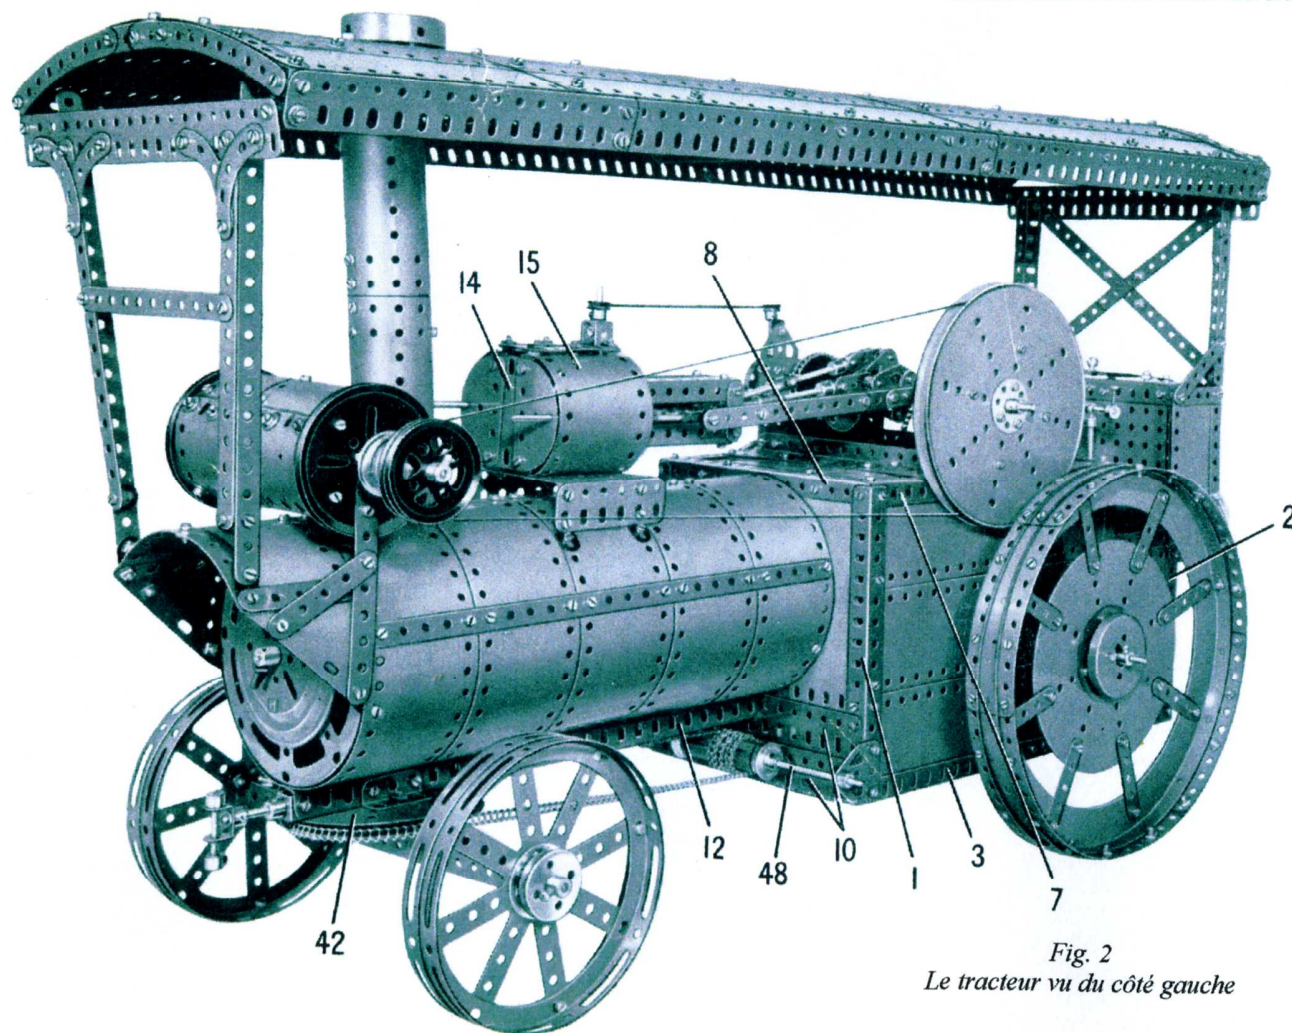
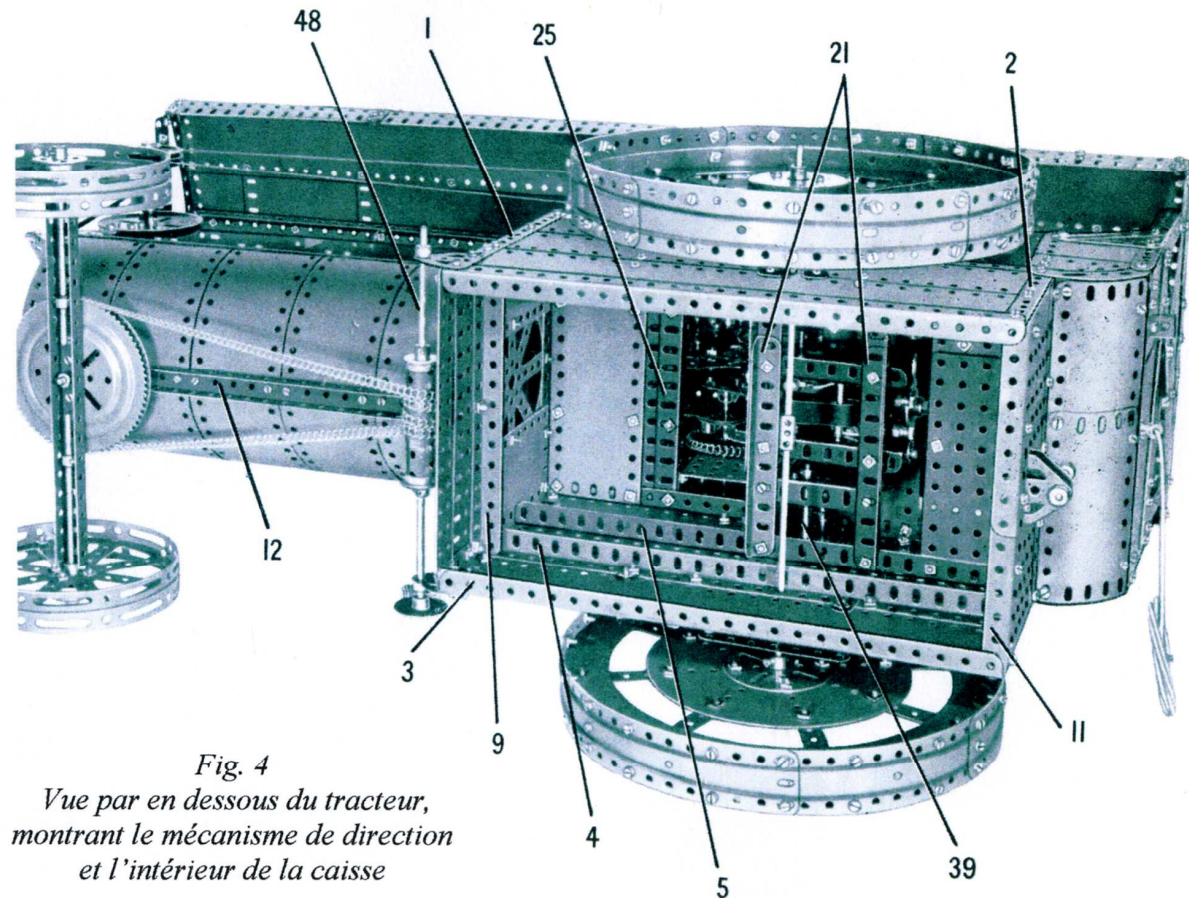
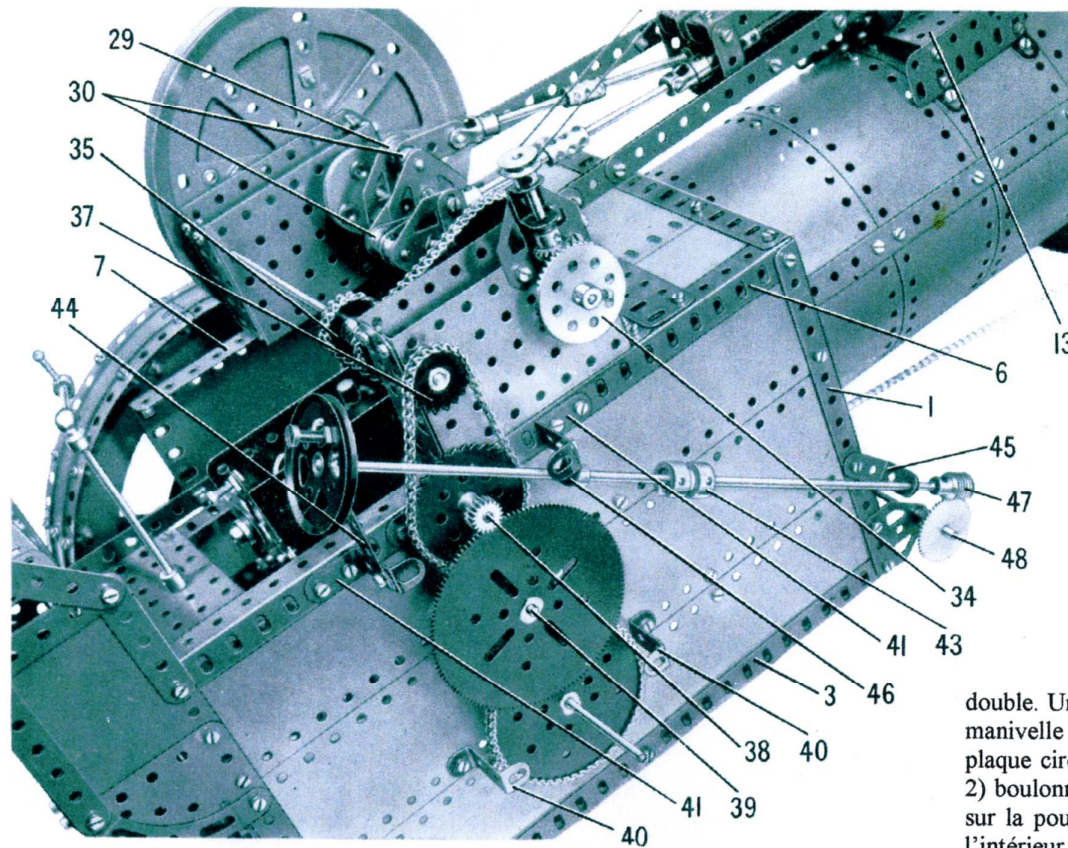

Fig. 2
Fig. 4
Fig. 8 Le côté droit du tracteur avec la roue arrière enlevée pour montrer l'entraînement de l'essieu arrière
Chaque côté de la caisse est assemblé sur un cadre formé par une cornière de 15 trous (1) et une cornière composée (2), reliées par des cornières de 25 trous (3), (4) et (5) (Fig. 4). La cornière (2) consiste en une cornière de 11 trous et une de 9 trous boulonnées ensemble. Une autre cornière de 25 trous (6) (Fig. 6) est boulonnée sur le côté droit du modèle, mais sur le côté gauche une cornière de 19 trous (7) est utilisée, de façon à ménager une ouverture à l'arrière pour l'accès à la plate-forme de conduite. Le côté droit est couvert par trois plaque-bandes de 25 x 5 trous, et le côté gauche par deux plaque-bandes de 25 x 5 trous et une de 19 x 5 trous.
Les deux côtés sont réunis à l'avant par une cornière de 15 trous (8) (Fig. 6) et une autre cornière semblable (9) (Fig. 4). L'avant est partiellement couvert par une plaque flexible de 11 x 5 trous placée verticalement de chaque côté, et par deux poutrelles plates de 15 trous (10) (Fig. 2).
À l'arrière les côtés sont réunis par une cornière composée (11) (Fig. 4), constituée par deux cornières de 9 trous se recouvrant sur trois trous. La partie inférieure de l'arrière de la caisse est couverte par trois plaques flexibles de 11 x 5 trous placées verticalement. Ces plaques sont prolongées vers le haut par deux plaques sans rebord de 9 x 5 trous et une plaque flexible de 9 x 5 trous, placées verticalement et bordées à leur partie supérieure par deux cornières de 9 trous se recouvrant sur trois trous. Le plancher de la plate-forme de conduite est fait d'une plaque sans rebord de 11 x 5 trous et une de 9 x 5 trous, se
recouvrant sur cinq trous, et fixées sur les cornières (5). La Fig. 4 montre comment sont assemblés les côtés de la soute à charbon. L'arrière de la soute est formé de deux plaques sans rebord de 11 x 7 trous attachées aux côtés par des équerres. Le fond arrondi est formé de deux plaques flexibles de 9 x 5 trous se recouvrant sur trois trous et attachées à des équerres à 135 degrés. Un couvercle à charnières est monté comme le montre la Fig. 6.
La chaudière est montée sur deux cornières de 25 trous boulonnées ensemble pour former une poutrelle en U (12). La chaudière est formée de cinq plaques composées, chacune faite d'une plaque-bande de 25 x 5 trous et d'une plaque flexible de 11 x 5 trous boulonnées bout à bout et cintrées pour former un cylindre. Une cornière de 25 trous est fixée à l'intérieur de la chaudière, diamétralement opposée à la poutrelle (12), et deux bandes de 25 trous sont boulonnées latéralement. L'avant et l'arrière de la chaudière sont des flasques circulaires à rebord, mais avant de mettre en place le flasque avant, le flasque arrière doit être boulonné aux cornières (8) et (9) de la caisse (Figs. 2 et 4). À l'avant, un plateau à rebord de roulement à billes est boulonné sur le flasque circulaire, et une cheville filetée est fixée dans un raccord taraudé monté sur un boulon de 12 mm.
Le bloc cylindres (Figs. 2 et 3)
L'avant du bloc cylindres est formé d'une plaque flexible de 5 x 3 trous (14) (Fig. 2) sur laquelle sont fixées deux plaque semi-circulaires. L'arrière est formé de deux plaques semi-circulaires. L'avant et l'arrière sont réunis par quatre bandes coudées de 5 x 1 trous, et une plaque flexible de 9 x 5 trous (15) est courbée et boulonnée aux bandes coudées de chaque côté. Les deux bandes coudées inférieures sont boulonnées sur la plaque à rebords (13). Les bords supérieurs des plaques (15) sont reliés aux bandes coudées par des boulons de 9,5 mm avec la partie filetée pointant vers le haut. Le dessus du bloc cylindres est une plaque flexible de 5 x 3 trous bordée par des bandes de 5 trous et de 3 trous, et il est fixé par des écrous sur les parties filetées des boulons de 9,5 mm. Un cavalier est fixé à l'arrière de la plaque flexible de 5 x 3 trous, et il supporte une tringle de 5 cm qui représente la tige du régulateur de vitesse. La tringle est maintenue par une bague d'arrêt et une poulie à moyeu de 12 mm. Les glissières des tiges de piston sont formées de huit cornières de 7 trous assemblées par paires pour constituer des poutrelles en U (16). Chaque poutrelle est ensuite attachée à l'arrière du bloc cylindres par une équerre, et les poutrelles inférieures sont réunies par une bande de 3 trous (17). Les poutrelles de chaque côté sont reliées par une bande de 3 trous (18) maintenue écartée des cornières par une rondelle.
L'entraînement du modèle (Figs. 4 et 7)
Le modèle est entraîné par un moteur électrique E20R logé dans la caisse, supporté par deux cornières composées (21) (Fig. 4) attachées aux cornières (5) de chaque côté. Chaque cornière (21) est formée de deux cornières de 11 trous se recouvrant sur 7 trous. Le levier de commande du moteur est prolongé par une bande de 5 trous munie d'un boulon de 12 mm servant de poignée.
La roue de chaîne (37) (Fig. 7) est reliée par chaîne à une roue de chaîne de 36 dents fixée sur une tringle de 5 cm (38). Cette tringle passe dans le côté de la caisse et dans un cavalier boulonné à l'intérieur de la cornière (6), et elle est tenue en place par une bague d'arrêt. Un pignon de 19 dents est fixé sur la tringle (38) et engrène avec une roue dentée de 133 dents sur une tringle de 9 cm (39), qui passe dans le côté de la caisse et dans une cornière de 5 trous boulonnée sur les cornières (21) (Fig. 4). La tringle (39) porte, entre la roue de 133 dents et le côté de la caisse, une roue de chaîne de 14 dents reliée par chaîne à une roue de chaîne de 56 dents fixée sur l'essieu arrière. Un capot de protection du train d'engrenages est constitué par une plaque sans rebord de 11 x 7 trous boulonnée sur des équerres renversées de 25 mm (40) (Fig. 8) et sur des équerres fixées sur des équerres de 25 x 25 mm (41).
Les roues arrière (Figs. 2 et 4)
L'essieu avant et le mécanisme de direction (Figs. 2, 4 et 8)
L'essieu complet est fixé sur un plateau à denture de roulement à billes par des boulons qui tiennent également un bras de manivelle double. Une tringle de 6 cm tenue dans le bras de manivelle est passée dans une roue barillet et une plaque circulaire de 10 cm de diamètre (42) (Fig. 2) boulonnée sur deux cornières de 3 trous fixées sur la poutrelle (12). La tringle de 6 cm passe à l'intérieur de la chaudière, où elle est maintenue par une bague d'arrêt.
La colonne de direction est une tringle composée formée de deux tringles de 16,5 cm, munies chacune d'une bague d'arrêt à une extrémité. Les bagues d'arrêt sont maintenues dans un accouplement jumelé à douille (43) (Fig. 8), et la colonne complète est montée dans une bande de 5 trous (44), une équerre de 25 x 25 mm (45) et une équerre à 135 degrés (46). La colonne porte à son extrémité inférieure une vis sans fin (47) en prise avec une roue dentée de 50 dents fixée sur une tringle composée (48), formée de deux tringles de 11,5 cm réunies par un accouplement. Cette tringle passe dans deux embases triangulaires plates boulonnées sur les côtés de la caisse, et elle porte un tambour formé de deux manchons, muni chacun à l'intérieur d'un support de cheminée de part et d'autre de l'accouplement. Une roue à boudin de 19 mm est coincée à chaque extrémité du tambour et fixée sur la tringle (48). Une longueur de chaîne sans fin est enroulée plusieurs fois sur le